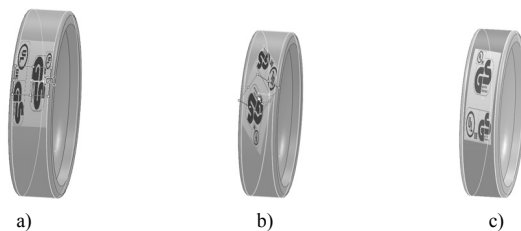

图 8-55 设置贴图
4) 同时也可以直接在图形区调节矩形框大小，调整图片大小；选择矩形框中心左边，旋转图标，如图 8-55 所示。